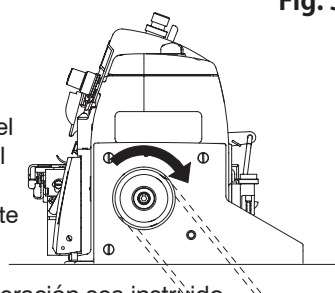

Fig. 5
3. Conecte la máquina antes de la primera puesta en marcha y controle la dirección de giro del volante. El volante ha de girar, visto desde el volante mismo, en el sentido de las agujas del reloj. (Fig. 5)